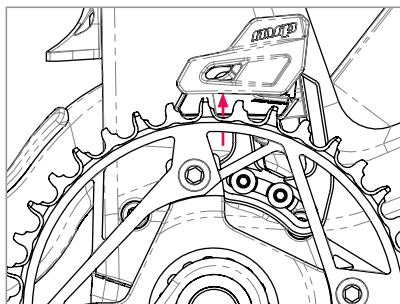

Figure 12
3. Écartez le guide-chaîne en poussant fermement la plaque de tête vers le haut, il se soulèvera et permettra de retirer la chaîne du plateau sans encombre (Fig. 12). Retirez la chaîne du plateau et placez-la à l'écart sur la base du côté droit.